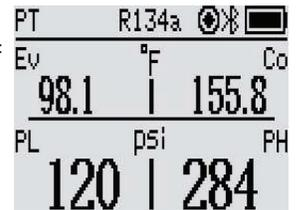

Imagen 8 - Ícono de grabación de datos
4. **Iniciar la grabación (Recording):** Habilite / deshabilite la grabación de datos. Cuando habilite el ícono [RECORD] aparecerá conforme la imagen 8.